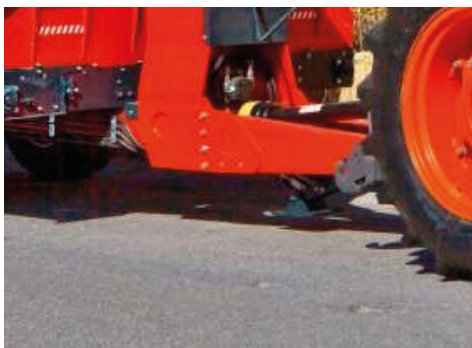

Figura 9- Conexión de la toma de fuerza
- Conecte el eje de la toma de fuerza (Figura 9)